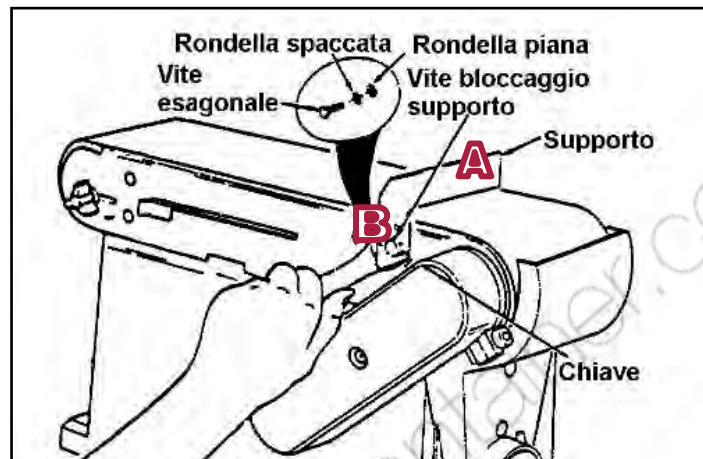

Figura 6 – Montaggio del supporto ferma - pezzo.
1. Posizionate il supporto ferma - pezzo (A) sul nastro quindi fermatelo con la vite (B) e le due rondelle fornite in dotazione, come mostrato in figura 6.
2. Fissate il supporto in posizione serrando la vite (B). Per fare ciò, utilizzate una chiave per dadi esagonali.